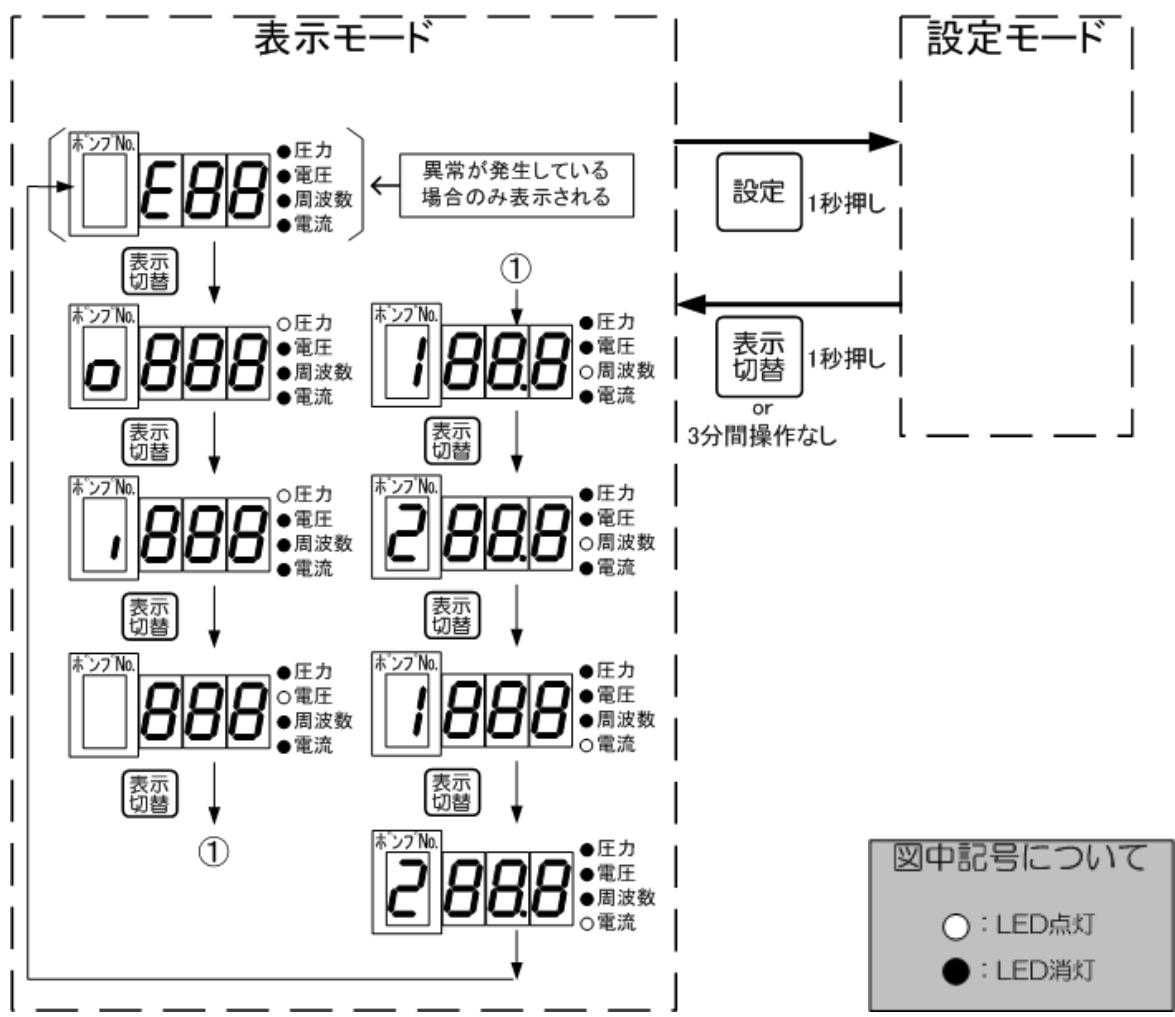

図 14 表示モードの操作方法
- 表示内容の切替えは、**表示 切替**ボタンを押してください。表示内容については、表示内容 LED および 7 セグメント LED のポンプ No. によって、確認することができます。（図 14 参照）
- 詳細については、図 14 を参照ください。